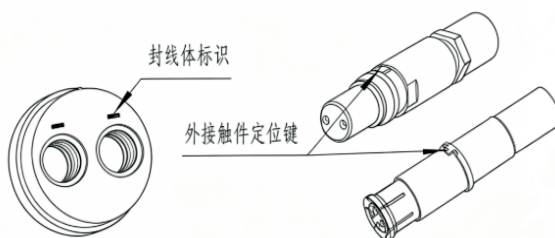

图9
②按图9所示将压接套向后滑动到电缆外套上，将屏蔽层张开，将电缆介质剥去。